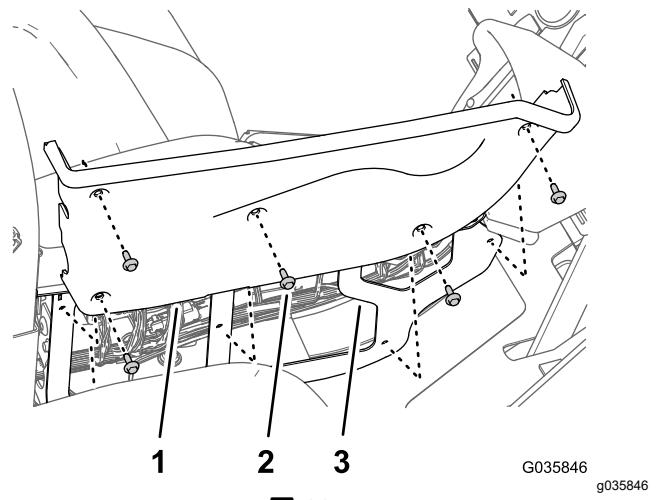

図 39
2. 中央コンソールパネルから、左右のブーム昇降用のロッカースイッチを外す図39。
1. 右サイドカバーを中央コンソールに固定しているフランジヘッドボルト $\frac{1}{4} \times \frac{3}{4}$ "5本を外す図39。
6. 右サイドカバーの穴を、中央コンソールのフレームの穴に合わせる図 39。
7. 中央コンソールにサイドカバーを固定する図 39 フランジヘッドボルト $\frac{1}{4} \times \frac{3}{4}"$ 5本ステップ1で外したものを使用する。